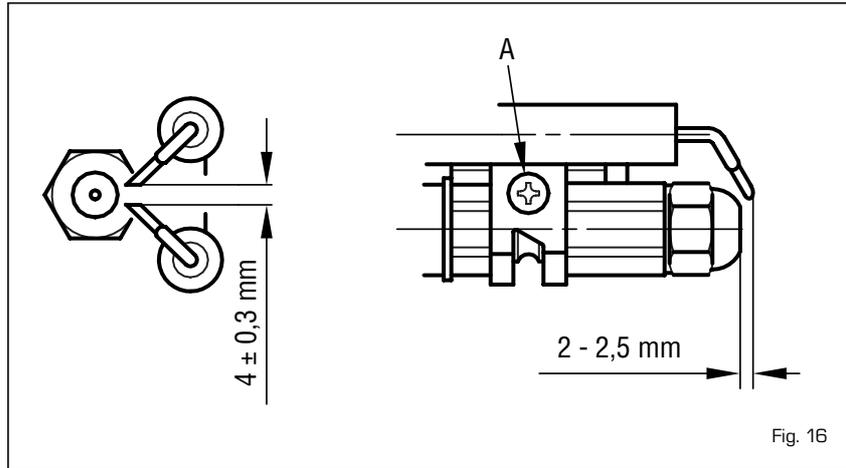

Fig. 16
Para efectuar la limpieza del cabezal de combustión proceder como sigue a continuación (fig. 16):
- Aflojar los tornillos [A fig. 16] del soporte de electrodos y quitarlo.